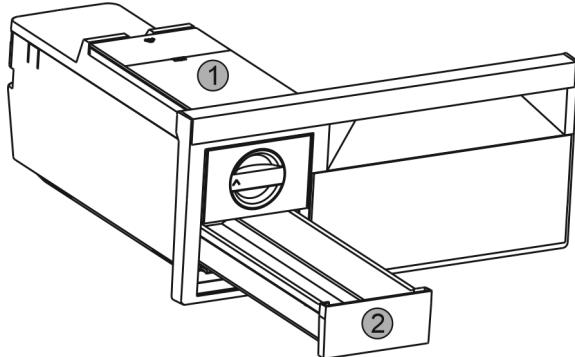

Fig. 36
- Vyměňte nádržku na vodu Fig. 36 (1) a zásuvku na kostky ledu Fig. 36 (2).